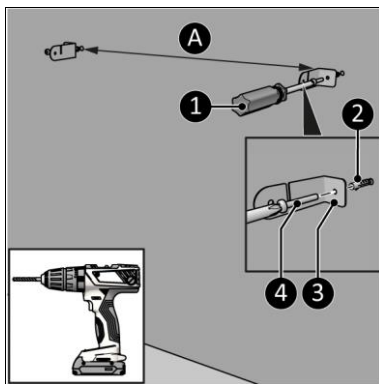

Figure 9
4. Percez deux trous à au moins 610 mm au-dessus du sol et à une distance de (Figure 9, pos. A) :
5. Insérez les chevilles (Figure 9, pos. 2).
6. Vissez et serrez un support gauche et un support droit (Figure 9, pos. 3) au mur avec une grande vis (Figure 9, pos. 4) en utilisant un tournevis Phillips (Figure 9, pos. 1).